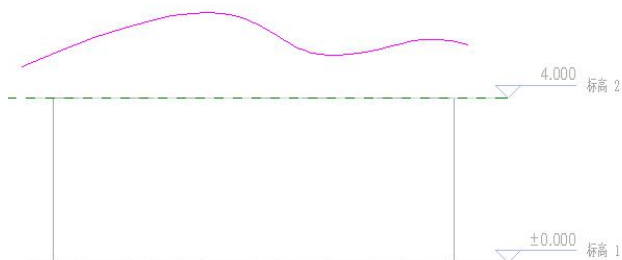

图 7-17 使用样条曲线工具绘制屋顶轮廓
- 5) 用绘制面板的一种绘制工具，绘制开放环形式的屋顶轮廓（图 7-17）。